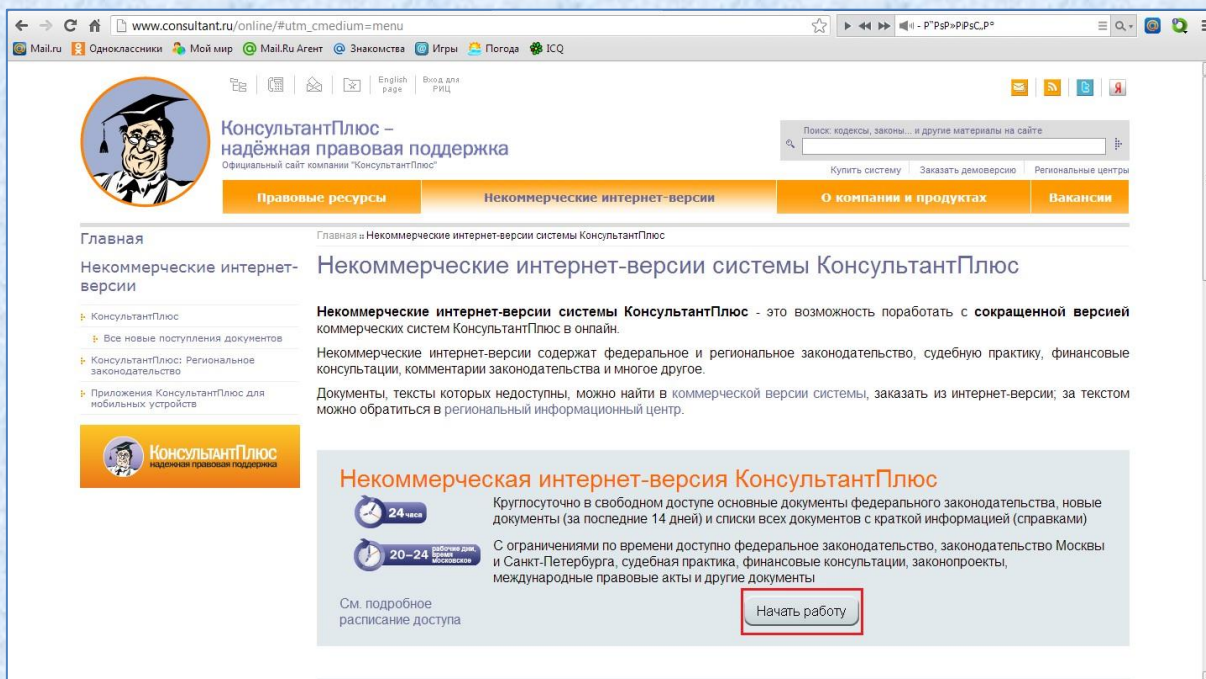

Рисунок 2 – Раздел «Некоммерческие Интернет-версии»
2. В разделе содержится информация о некоммерческой версии программы и кнопка **Начать работу** (рисунок 2). Нажмите на эту кнопку для того, чтобы начать работу с программой.